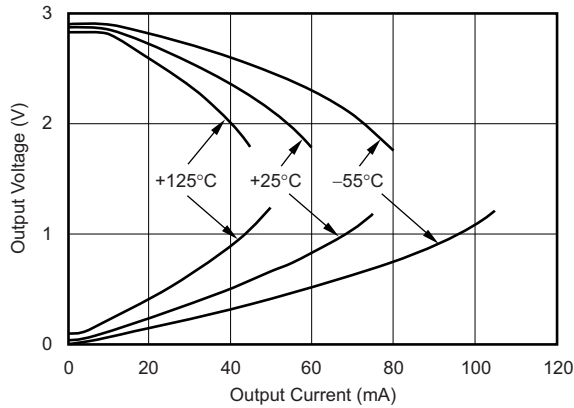
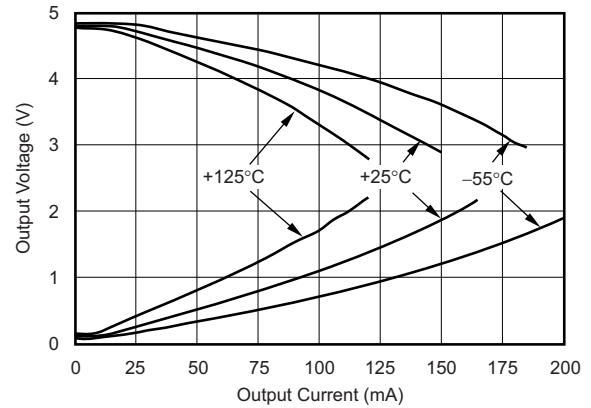
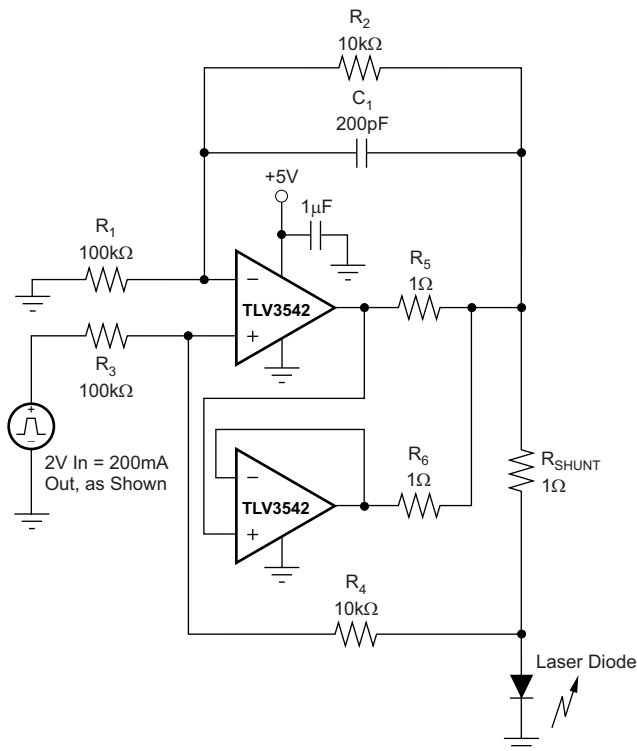

图 13.  $V_S = 3\text{V}$  时输出电压摆幅与输出电流间的关系
图 14.  $V_S = 5\text{V}$  时输出电压摆幅与输出电流间的关系
图 21. 并行运行
(1) 请参阅有关输出电压摆幅与输出电流间的关系 (图 13 和 图 14) 的典型特性曲线。
(2) 根据设计确定。
(3) 在此温度范围内工作将不会损坏部件。不过, 可能出现性能下降。
采用具有共源晶体管的 AB 类输出级来实现轨至轨输出。对于高阻抗负载 ( $> 200\Omega$ ),输出电压摆幅通常在距离电源轨 100mV 范围内。在  $10\Omega$  负载下,可在保持高开环增益的同时实现有用输出摆幅。请参阅有关输出电压摆幅与输出电流间的关系(图 13和图 14)的典型特性曲线。
TLV354x 输出级可提供  $\pm 100mA$  的持续输出电流,并且在 5V 电源供电的条件下提供大约 2.7V 的输出摆幅,如图 20中所示。为确保最大可靠性,不建议运行超过  $\pm 100mA$  的持续直流电流。请参阅有关输出电压摆幅与输出电流间的关系(图 13和图 14)的典型特性曲线。如需提供大于  $\pm 100mA$  的持续输出电流,可将 TLV354x 并行运行,如图 21中所示。